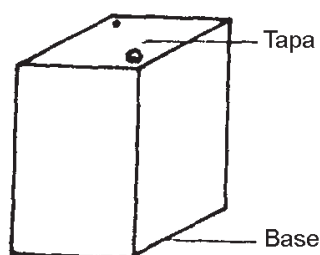

Figura 1
- Córdale al tarro la tapa y la base (figura 1).